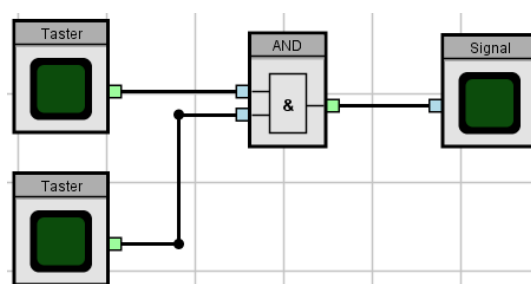

Abb. 3: Beispielschaltung
3. Im Startprozess von OC öffnet sich ein Infofenster (s. Abb. 3), dass nach Zustimmung einer Nutzungsvereinbarung das Programm mit einem leeren „Editorfenster“ öffnet.
Im Folgenden wird die Bedienung der Software anhand eines einfachen Beispiels dargestellt: Zwei Taster sollen mittels einer AND-Verknüpfung eine Leuchte an- und ausschalten (s. Abb. 3).